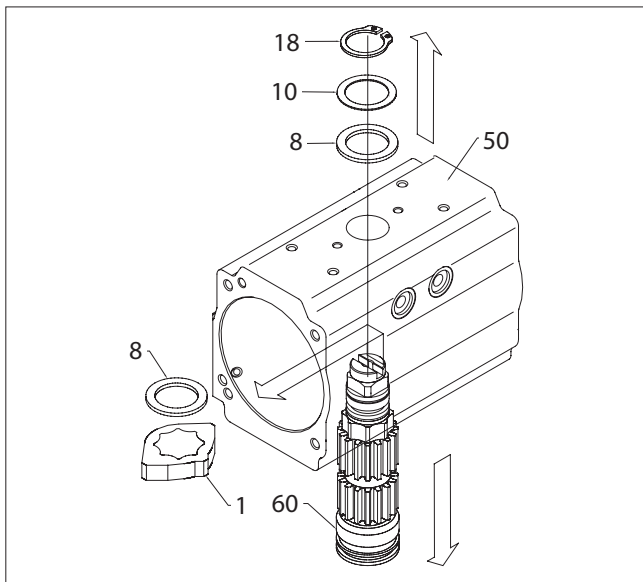

Figure 7.
5. Démontage de l'arbre d'entraînement (60) et des paliers (6, 7), (Figure 7) :
- A. Retirez avec précaution le circlip (18). Retirez le palier de butée externe (8) et la rondelle de butée (10).
- B. Exercez une force vers le bas sur le haut de l'arbre d'entraînement (60) jusqu'à ce qu'il soit partiellement sorti de la partie inférieure du corps (50) et que vous puissiez retirer l'Octi-Cam (1) et le palier de butée interne (8). Déposez l'Octi-Cam (1) et le palier de butée interne (8). Poussez l'arbre d'entraînement (60) complètement hors du fond du corps (50). Si l'arbre (60) ne bouge pas librement, tapez doucement avec un maillet en plastique.